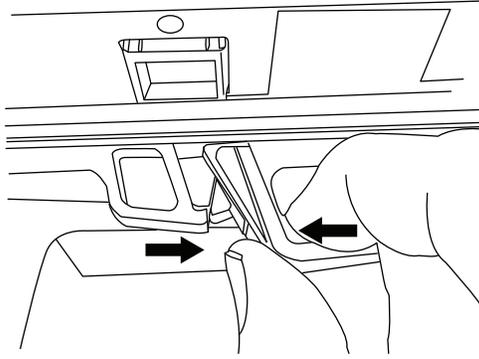
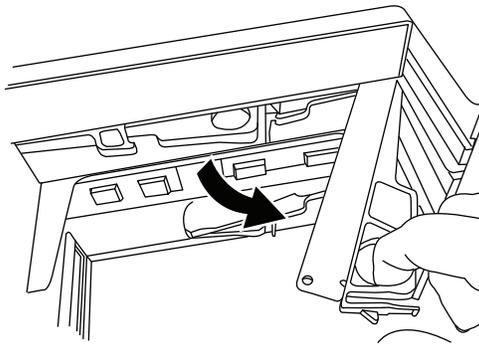

图 10. 松开 IOM
图 11. 卸下 IOM
5. 如第 39 页的图 10 和第 39 页的图 11 中所示，挤压凸轮手柄上的滑锁直至其松开，完全打开凸轮手柄以从中面板上松开 IOM。然后，使用双手将 IOM 从存储扩展单元中拉出。